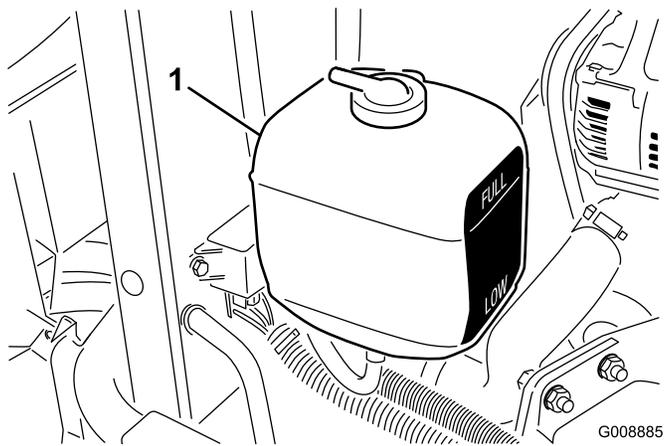

Figura 23
1. Verifique o nível de líquido de arrefecimento do depósito secundário (Figura 23). Num motor arrefecido, o líquido de arrefecimento deve estar entre as marcas existentes no lado do depósito.